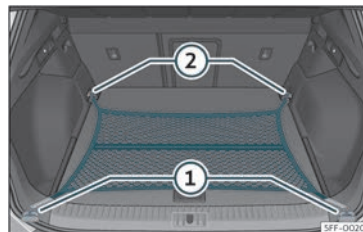

Fig. 112 No maleteiro: bolsa de rede enganchada case tocando o piso.
- Fixe os ganchos da rede nas argolas de amarre ① e ②» fig. 112 » ⚠. A cremalleira da bolsa ten que quedar cara arriba.